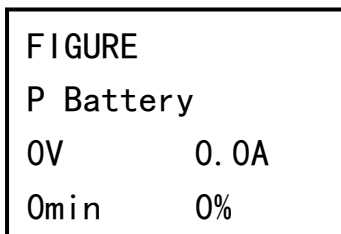
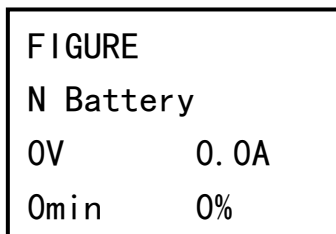

Рисунок 11
Рисунок 12
- параметры АКБ (см. рисунок 11 и рисунок 12);